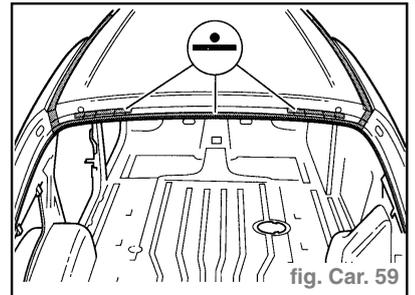

fig. Car. 59
- Soudure le pavillon à la pointeuse électrique (fig. Car. 59).